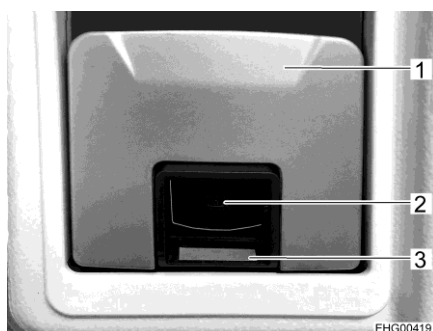

Bild 58 Dörrlås (ingångsdörr insida)
- Drag i handtaget (Bild 58,1). Dörrlåset låses upp respektive öppnas.
- Tryck in den svarta ytan (med låssymbol) (Bild 58,2) tills den röda ytan (Bild 58,3) blir synlig. Dörrlåset låses.